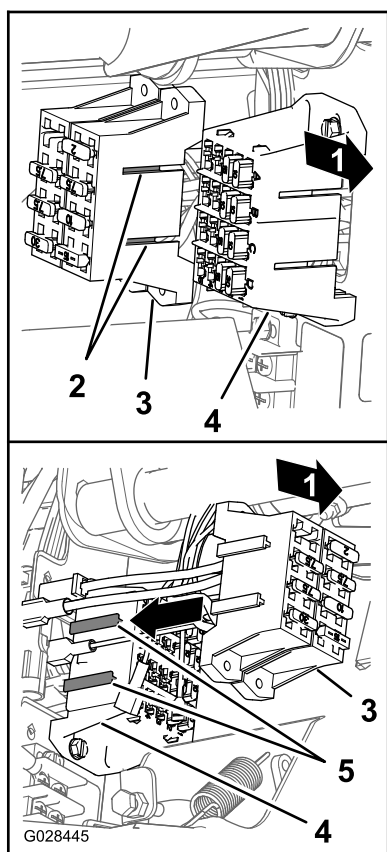

Figura 26
4. Aliniați fitingurile în T de pe blocul de sigurane al pulverizatorului la fantele în T ale blocului de sigurane al mainii i glisați blocul de sigurane al pulverizatorului în fante până când blocul de sigurane este complet aezat (Figura 26).